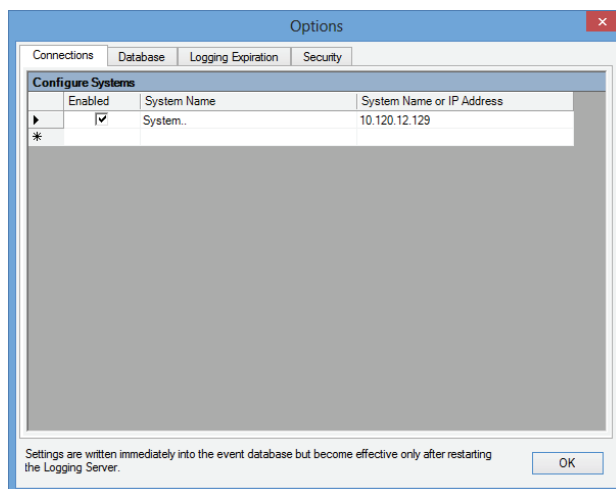

figura 58.5: Ventana Options
- 2 Haga clic en *File > Options*. Se mostrará una pantalla similar a la indicada en figura 58.5.